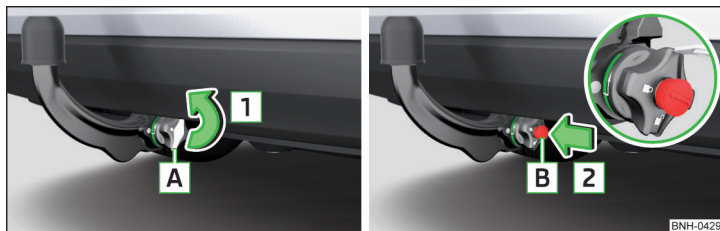

Fig. 142 Detașarea capacului de încuietoare/Introducerea cheii în încuietoare
- Îndepărtați apărătoarea **A** de pe încuietoare, în sensul săgeții **1** » fig. 142.